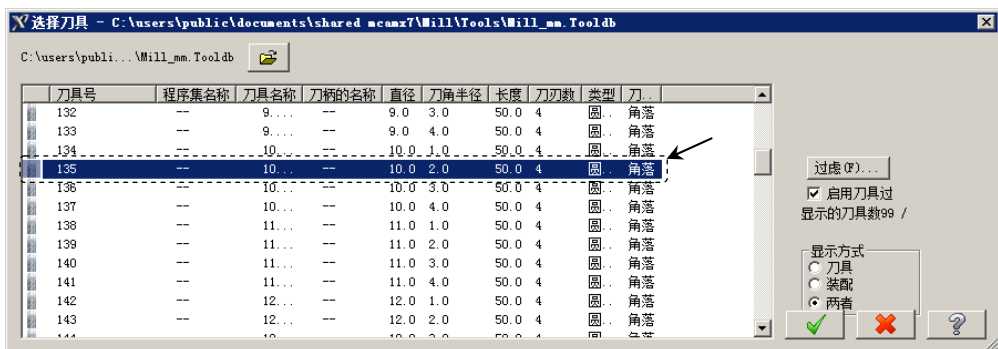

图 3.11 “选择刀具”对话框
Step4. 选择刀具。在“曲面粗加工等高外形”对话框中单击 **选择刀库** 按钮，系统弹出“选择刀具”对话框，在该对话框的列表框中选取图 3.11 所示的刀具。单击 按钮，关闭“选择刀具”对话框，系统返回至“曲面粗加工等高外形”对话框。